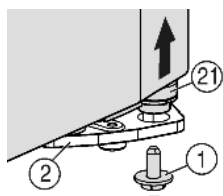
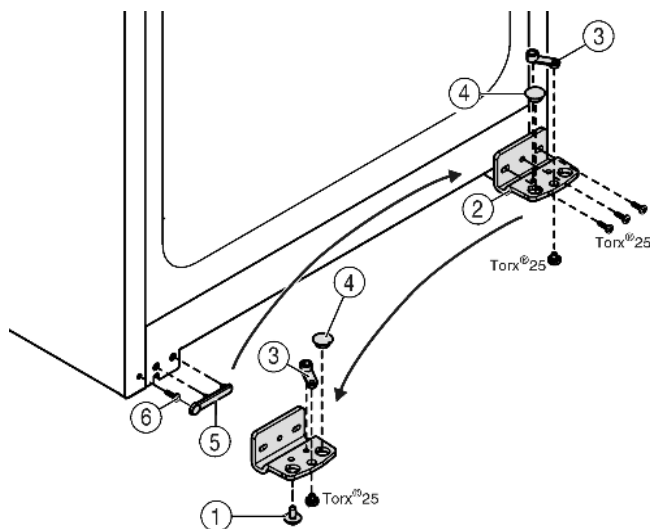

Fig. 5
Fig. 6
- ▶ Rechts onder aan de lagerbus de borgschroef Fig. 5 (1) uitdraaien.
- ▷ De lagerbout Fig. 5 (21) komt uit de lagerbus Fig. 6 (2) los.
- ▶ Indien de lagerbout Fig. 5 (21) niet kan worden losgedraaid, de bout van onderaf naar buiten drukken.
- ▶ Lagerbus Fig. 6 (2) losschroeven.
- ▶ Lagerdeel Fig. 6 (3) losschroeven en in het tegenoverliggende opnamegat van de lagerbus omzetten en weer vastschroeven.
- ▶ Stop Fig. 6 (4) uit de lagerbus verwijderen en in de tegenoverliggende opening van de lagerbus omzetten.
- ▶ Afdekking Fig. 6 (5) aan kant van de greep voorzichtig wegnemen.
- ▶ Schroef Fig. 6 (6) uitdraaien en aan de andere kant weer indraaien.
- ▶ Afdekking Fig. 6 (5) weer terugplaatsen.
- ▶ Lagerbus Fig. 6 (2) aan de nieuwe scharnierzijde evt. met behulp van een accuschroevendraaier weer **goed (met 4 Nm)** vastschroeven.
- ▶ Borgschroef Fig. 5 (1) onder in de lagerbout draaien en vastschroeven (met 4 Nm).